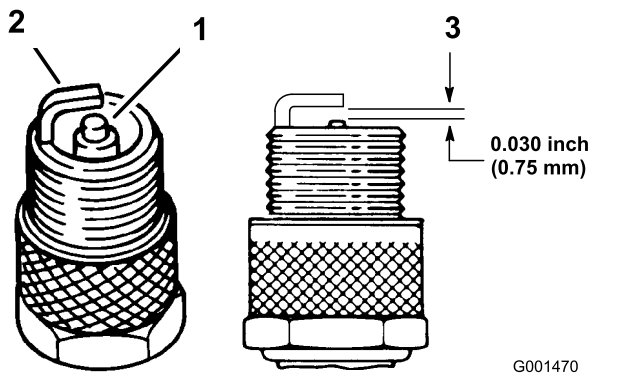

Figure 24
2. Contrôlez l'écartement entre l'électrode centrale et l'électrode latérale (Figure 24). Courbez l'électrode latérale (Figure 24) si l'écartement est incorrect.
1. Examinez le centre des bougies (Figure 24). Si le bec isolant est recouvert d'un léger dépôt gris ou brun, le moteur fonctionne correctement. S'il est recouvert d'un dépôt noir, cela signifie généralement que le filtre à air est encrassé.
3. Branchez les fils aux bougies (Figure 24).